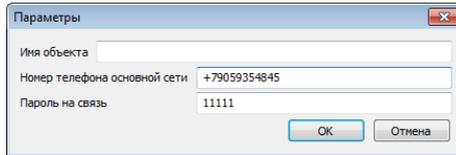

Рис.25. Задание параметров
- ✓ в открывшемся окне Параметры укажите имя объекта, номер телефона основной сети контроллера, задайте пароль на связь (по умолчанию установлен пароль 11111) и нажмите кнопку ОК (рис. 25);